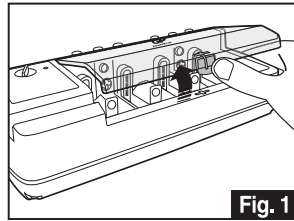

Fig. 1
1. Otworzyć pokrywę bezpieczeństwa (Fig. 1)